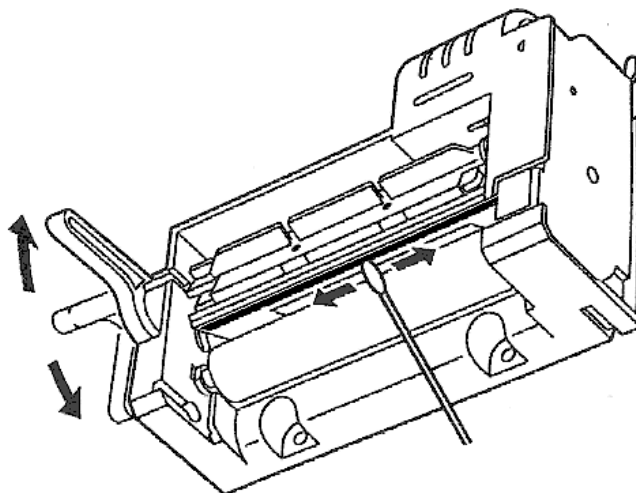

Рисунок 10.1
- бязевым тампоном, намотанным на деревянную палочку (спичку) и смоченным этиловым или изопропиловым спиртом, протереть печатающую головку (см. рисунок 10.1.);